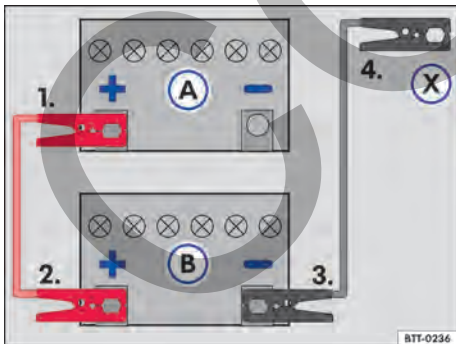

Fig. 140 Esquema para la conexión de los cables auxiliares de arranque: batería del vehículo descargada (A) y batería del vehículo que provee la corriente (B).
Leyenda para → fig. 140:
Conectar el cable de arranque auxiliar solo en la secuencia 1 - 2 - 3 - 4 → fig. 140.
- Conectar un extremo del cable de arranque auxiliar rojo al polo positivo (+) del vehículo con la batería del vehículo descargada → fig. 140 (A) → ⚠.
- Conectar el otro extremo del cable de arranque auxiliar rojo al polo positivo (+) del vehículo que suministra corriente (B).
- Conectar un extremo del cable de arranque auxiliar negro al polo negativo de la batería del vehículo que suministra la corriente (B).
- Conectar el otro extremo del cable de arranque auxiliar negro (X) al vehículo con la batería del vehículo descargada en una pieza maciza de metal atornillada firmemente al bloque del motor o en el mismo bloque del motor - aunque no cerca de la batería (A) → ⚠.